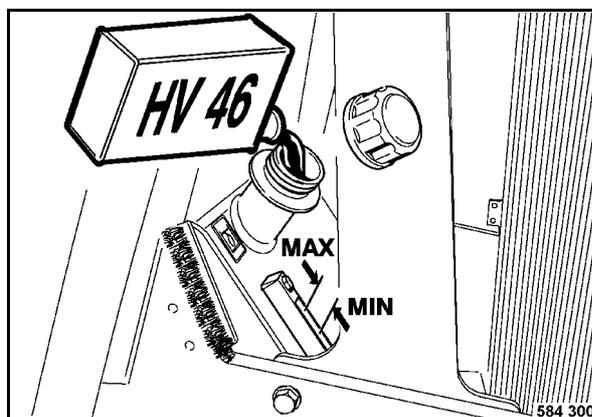

Рис. 178
- Снять крышку наливной горловины (Рис. 178).